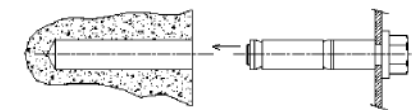

Figur 2
6. Borra hålen - 80 mm djupt (figur 2): Ni behöver 13 mm slagbollar.